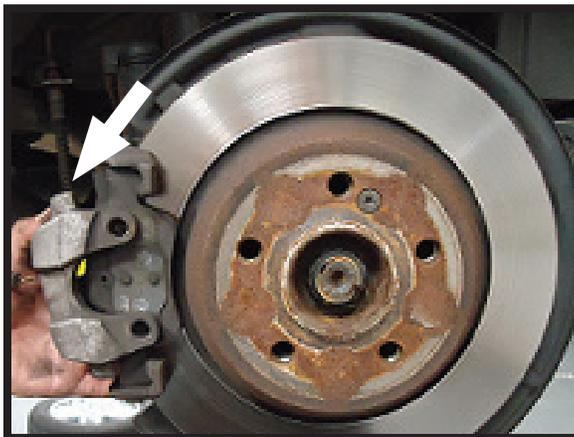

FIGURE 6
7. REMOVE THE BRAKE CALIPER RETAINING CLIP. (FIGURE 6)